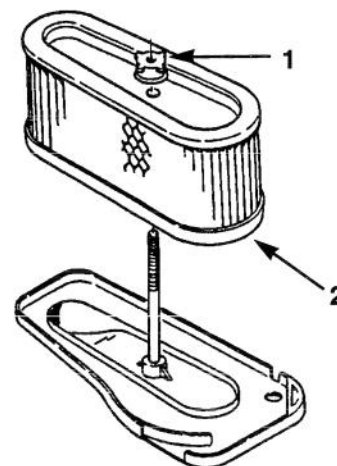

Figure 29
4. Retirer l'élément en mousse de l'élément en papier avec précaution (Fig. 29).
5. Dévisser l'écrou en caoutchouc et déposer l'élément en papier (Fig. 29).
2. Insérer l'ensemble filtre à air sur la longue tige. Visser ensuite l'écrou en caoutchouc à la main contre le filtre à air (Fig. 29).